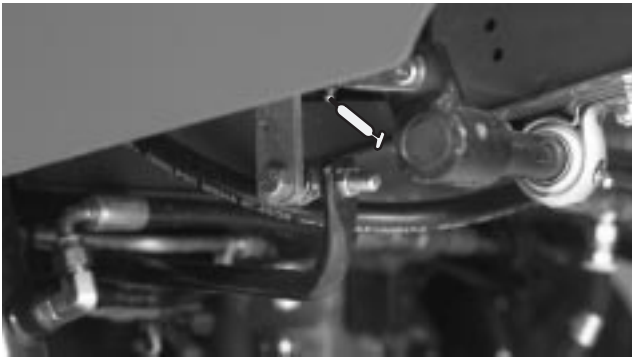

Bild 33
- Fahrpedal-Drehlager (1) (Bild 33)